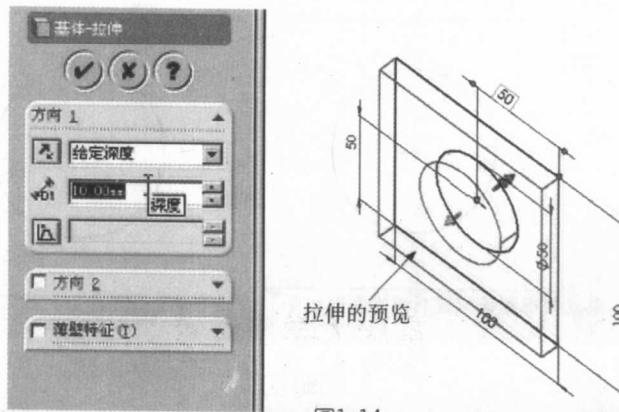

图1.14
(7) 单击特征工具栏的“拉伸凸台／基体”，绘图区域的草图变为拉伸的预览，如图1.14所示。